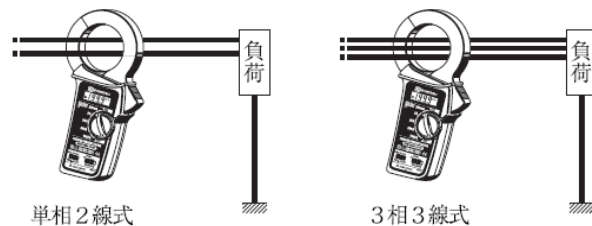

图 4、泄漏电流测量
(3) 测量泄漏电流时，请夹住除接地线外的所有导线。显示数值即为泄漏电流。如图4所示。